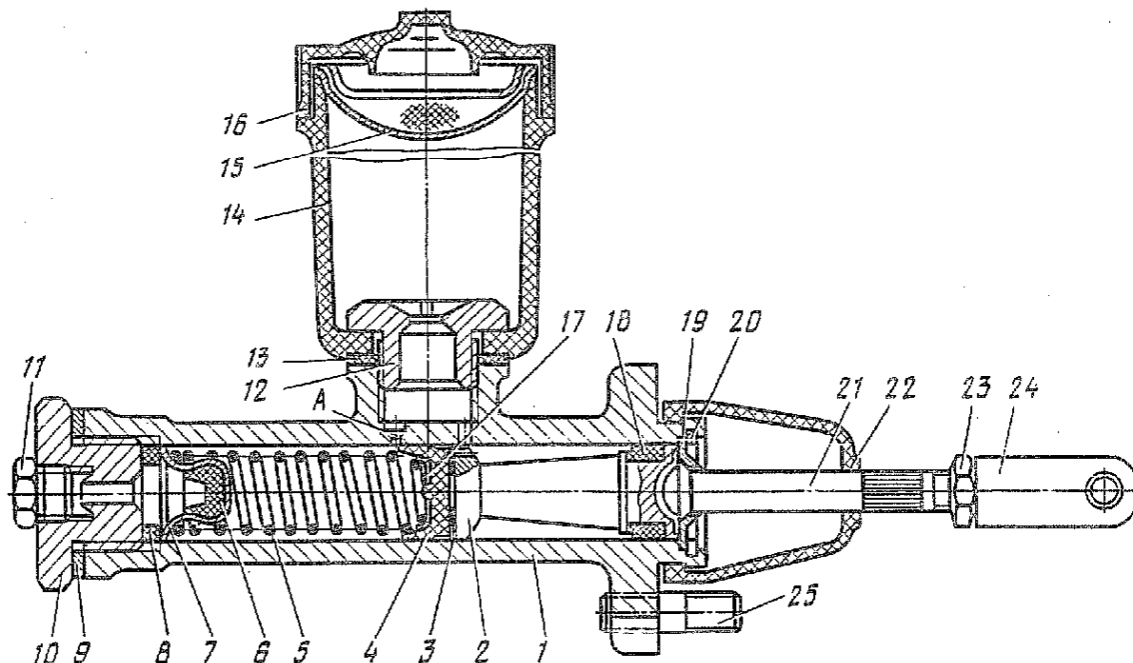

Рис. 199. Главный цилиндр тормоза:
1.1. Снять с корпуса бачка 14 (рис. 199) крышку 16 и сетку 15.
3.2. Надеть на поршень 2 (рис. 199) наружную манжету 18 плоской стороной к заднему торцу поршня (отвертка 150×0,5).